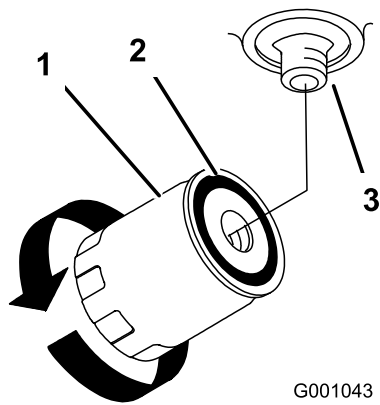

Figura 100
7. Aplique una capa fina a la junta de goma del filtro nuevo (Figura 100).
9. Llene el depósito hidráulico con fluido hidráulico hasta que éste rebese por encima del filtro, gire el filtro de fluido en sentido horario hasta que la junta de goma entre en contacto con el adaptador del filtro, luego apriete el filtro media vuelta más (Figura 100).